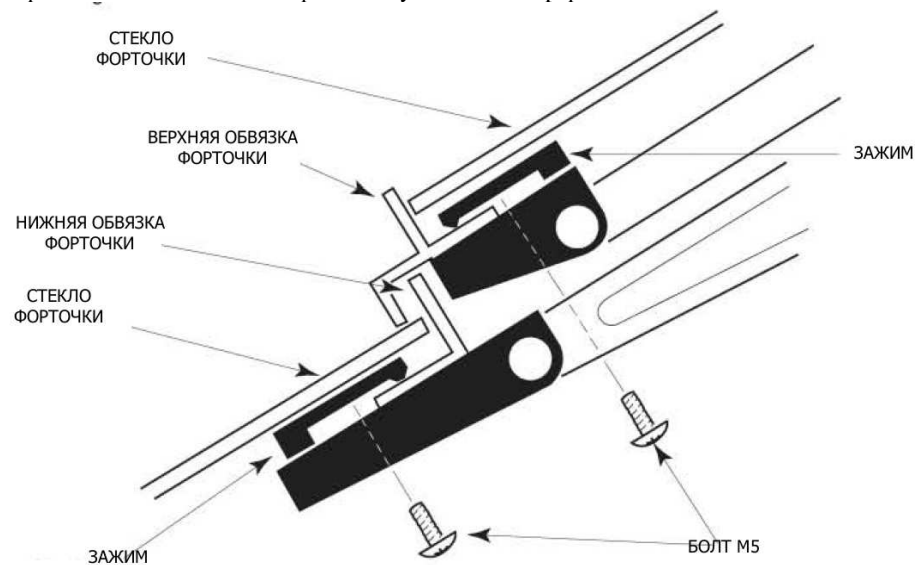
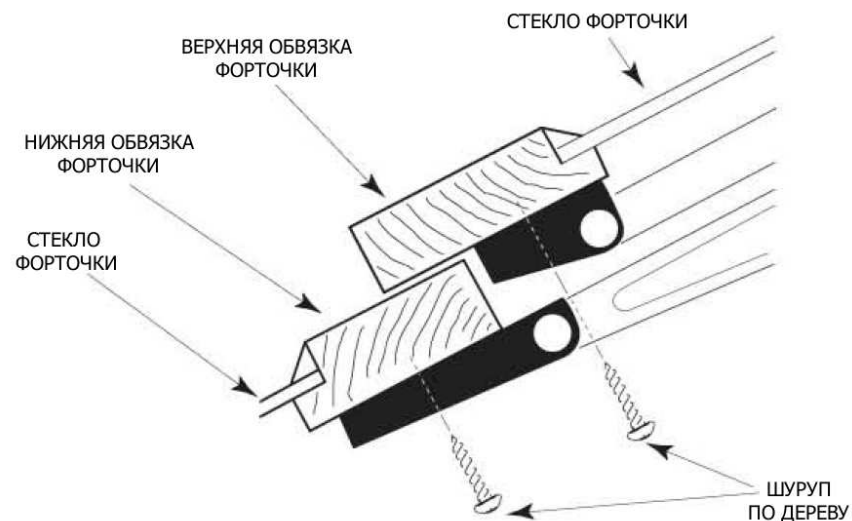

Рисунок 3. Теплицы с металлическими форточек
Рисунок 4 Теплицы с деревянными форточками
4. Так как конструкции теплиц разнообразны, невозможно проиллюстрировать все возможные типы установки Автовента. Наиболее распространенные методы установки представлены на Рис. 3 и Рис.4. Если Вы затрудняетесь с выбором метода установки, свяжитесь с Производителем или Поставщиком для технической консультации,